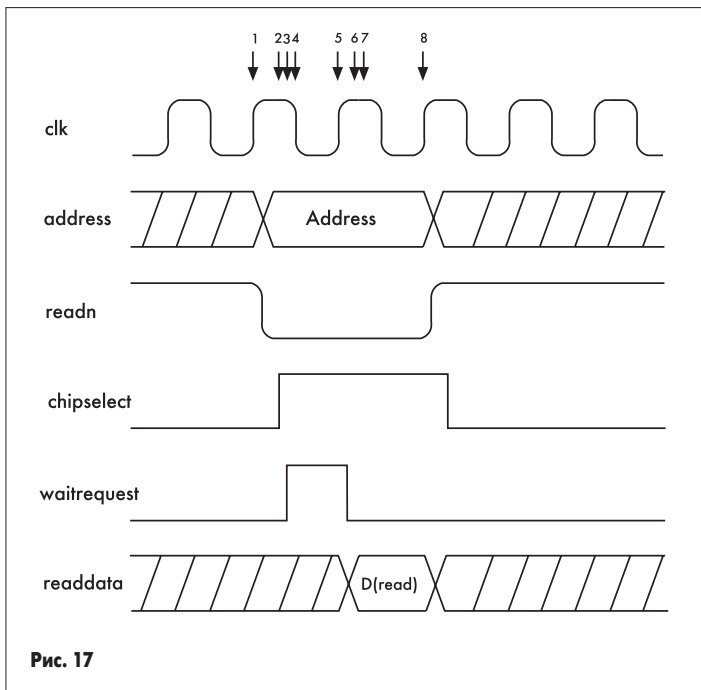

Рис. 17
* Пример показывает чтение данных от синхронного периферийного устройства (см. рис. 17).
4) Логика шины Avalon, передает установленный сигнал waitrequest (1) мастеру.